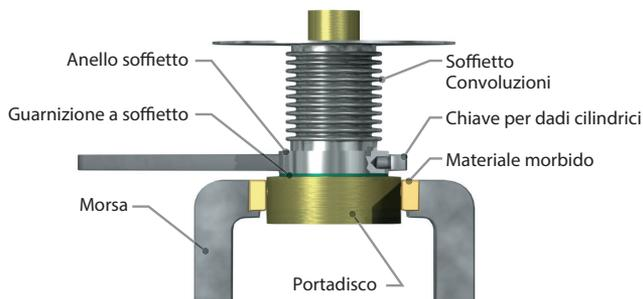

Figura 17: Rimozione dell'anello del soffiutto
Le convoluzioni del soffiutto (vedere Figura 17) sono molto sottili e fragili. Prestare attenzione a proteggerle dai danni.
11. Rimuovere la guida (9) dal portadisco (8). (Per le valvole di sollevamento limitate, vedere Controllo sollevamento su valvole di sollevamento limitate.) Per l'orifizio V e W, svitare il soffiutto dalla guida prima della rimozione della guida stessa.
12. Per le valvole a soffiutto con orifizio da D a U (vedere Figura 7), il soffiutto è fissato al portadisco (8) con filettature sul lato destro. Utilizzare una chiave speciale per dadi cilindrici sull'anello del soffiutto per rimuoverlo ruotando in senso antiorario (vedere Figura 17).